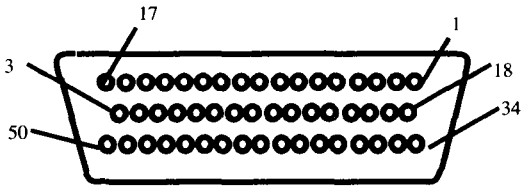

图 1.4 DD-50SA
③ SCSI 允许对一个设备传输数据的同时,另一个设备对其进行数据查找,在支持多任务操作系统中获得更高的性能。
④ SCSI 卡比 IDE 接口有更快的数据传输率,尤其是在同时传输多组数据时就更能显示出威力。因此,SCSI 设备适合图像处理。在图像处理领域中一直独占鳌头的 Apple 公司的机型一律采用 SCSI 接口,而且现在 SCSI 硬盘可使数据传输率提高到 160Mb/s,而目前最快的 IDE 接口硬盘的速度也只为 100Mb/s。
⑤ 使用 SCSI 可减少对 CPU 的依赖,可提高系统整体性能。使用 IDE 接口时,CPU 需要在线地全程控制数据的传输动作,所以在 IDE 传输数据的过程中,CPU 不能做任何事,直到传输结束才能执行后续的指令,CPU 占用时间长。在 SCSI 接口下,CPU 将传输指令给 SCSI 之后,可随即处理后续的指令,传输的工作交由 SCSI 卡上的处理芯片自行负责,待 SCSI 处理完毕,发出信号通知 CPU 后,CPU 再进行后续处理,减少了对 CPU 的占用。IDE 硬盘一般对 CPU 的占用率为 33%,最高可达 50%以上,但使用 SCSI 硬盘,对 CPU 的占用率仅为 4%~6%。
(2) SCSI 具有如下几个发展阶段:
① SCSI-1,它是最早的 SCSI 标准。主要特点是:支持同步和异步的 SCSI 设备;支持 7 台 8 位的 SCSI 设备;数据传输率为 5Mb/s。由于传输速度太慢,现在已经不使用了。
② SCSI-2,SCSI-2 标准是 1992 年制定的,通称为 FAST SCSI,通过提高同步传输时的频率使数据传输率提高为 10Mb/s,这个速度是 SCSI-1 设备速度的两倍。绝大多数 SCSI 硬盘都支持 FAST SCSI 标准。FAST SCSI 设备要求数据同步传输。16 位的并行数据传输称为 Wide SCSI;数据传输率为 20Mb/s
③ SCSI-3,俗称 Ultra SCSI,与 SCSI-2 相比 SCSI-3 能支持更多的计算机硬件种类,并且数据传输率也更快。在 16 位 Wide SCSI 总线上每秒传输 40Mb 数据。
④ Ultra 2 SCSI, Wide Ultra SCSI 采用了 LVD (低电压差分) 技术。16 位的 Ultra 2 SCSI 接口传输速率最大可达到 80Mb/s,1998 年开始生产的 SCSI 硬盘大多采用此标准。
⑤ Ultra 160/m SCSI,1998 年发布的 Ultra 160/m SCSI 标准,属于第 5 代的 SCSI 技术,它的传输速率高达 160Mb/s。这是由于 Ultra 160/m SCSI 每个时钟周期发送的是两位数据,因而它拥有更高的吞吐量。Ultra 160/m SCSI 同时还集成了低压差分技术 (LVD)。
(3) SCSI 接口分为内置和外置两种,内置数据线的外形和 IDE 数据线一样,只是针数和规格稍有不同,主要用于连接光驱和硬盘,分为 50 针、68 针、80 针。SCSI 外置数据线有以下几种规格:
- ① Sun Microsystem 的 DD-50SA, 共有 50 针, 分为三排, 8 位, 如图 1.4 所示。